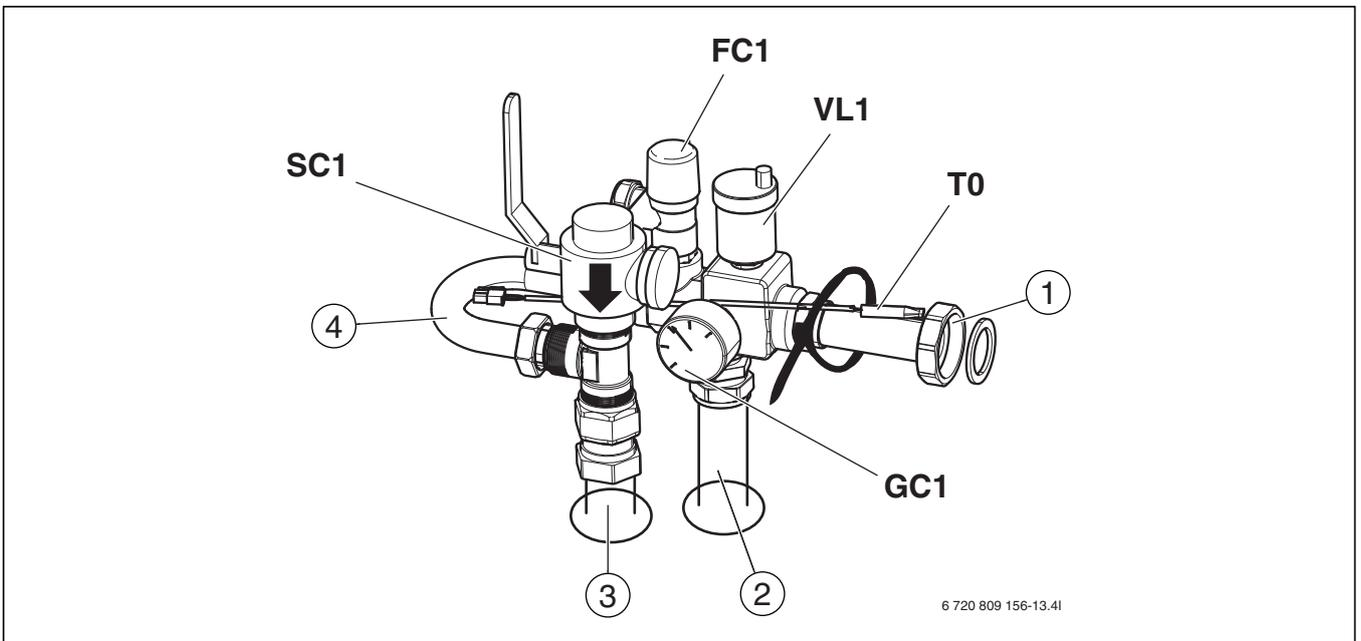

Рис. 10 Смонтированная группа безопасности
- ▶ Сначала смонтируйте фильтр ([SC1], рис. 10) на тройник.
- ▶ Смонтируйте остальные детали, но не затягивайте резьбовые соединения на байпасе ([4], рис. 10).
- ▶ Вставьте датчик температуры подающей линии в гильзу на трубе ([T0], рис. 10) и закрепите кабельной стяжкой.
- ▶ Затяните резьбовые соединения на байпасе ([4], рис. 10).